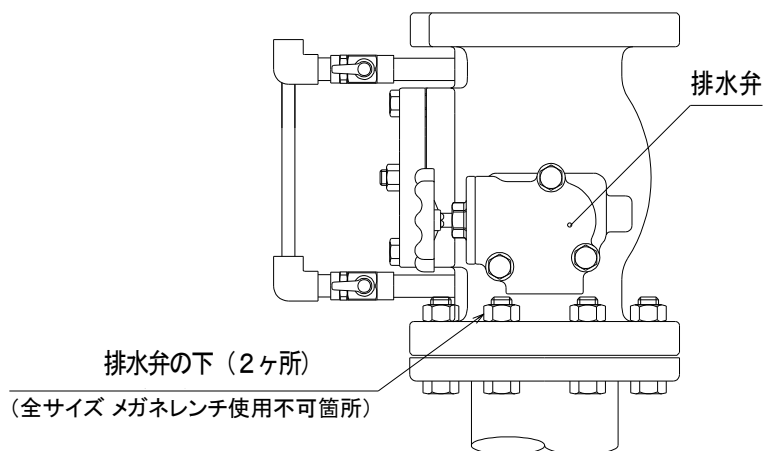

図7
- ②流水検知装置を組み付ける前に、現場配管内に異物がないことを確認してください。
- ③バルブ本体内部の梱包材を取り除き、異物がないことを確認してください。
(2) 据付
- ①取付用ボルト・ナット（M16）を準備してください。なお、ボルトの長さは排水弁や流水検知部などに干渉しない長さとしてください。（推奨ボルト：M16×L65 六角ボルト）
- ②現場配管と流水検知装置を組み付けてください。なお、排水弁の下はスペースが狭いため、メガネレンチが使用できませんので、スパナレンチなどを使用してください。（図7参照）